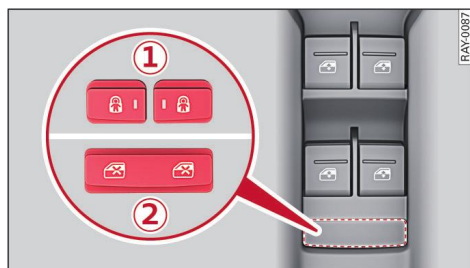

Fig. 31 Puerta del conductor: Mandos
- ▶ Para activar/desactivar el seguro para niños (manilla interior de la puerta y mando del elevallunas) de la correspondiente puerta trasera, pulse la tecla izquierda o derecha en la puerta del conductor ① ⇒ fig. 31. El LED en la tecla se ilumina/apaga.
- ▶ Para activar/desactivar el seguro para niños del mando del elevallunas en las puertas traseras, pulse la tecla en la puerta del conductor ② ⇒ fig. 31. El LED en la tecla se ilumina/apaga.